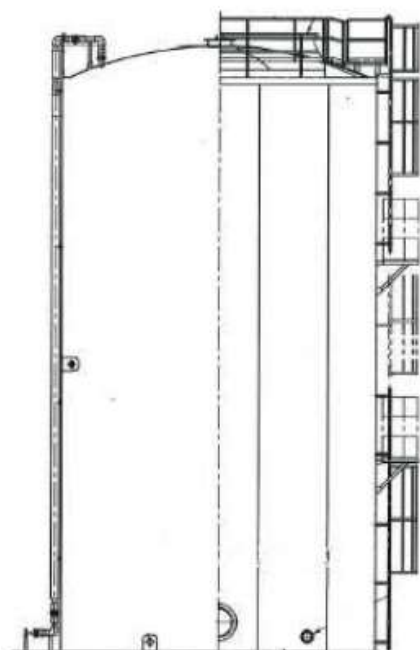

図1. 東電の設計計算書に記載されたタンクの外形図の 1 例
- * P176 以降にはスケッチがあり、初めから基礎ボルトはない(図 1 参照)。
どうして現場における使用目的や使用条件を満たさないこのようなタンクの設計がなされていたのであろうか。東電は、横ずれするタンクの方がすぐれていると説明(強弁?)しているから、冷静な議論が成立しそうにない。したがって、図 1 のアンカーボルトがないタンクを設計した背景を筆者の経験に照らして推測してみる。
筆者は、こういう判断がなされることは珍しいことではないと考えている。図 1 の図を設計した技術者は、タンクを製造した工場つきの設計者であって、現場で配管が接続されることや、コンクリート基礎の上に載せられて地震の際に横ずれすることを想像することができなかったのであろう。そして、ずれるのではなくて移動しないで転倒することだけを心配したのであろう。工場内だけで考えている技術者によくある思い込みの 1 種と考えれば理解しやすい。事故には様々なパターンがあることを理解し、予測することができるには、長年の現場観察と失敗経験の積み重ねによる総合力が必要である。実際の仕事は、タンクを製造する鉄工会社、基礎を作る土建会社、配管を設計建設する配管工事会社が行わなければならない。しかし、それを総合的に技術管理するエンジニアリング主体が高度な総合判断力を備えていなければならない。